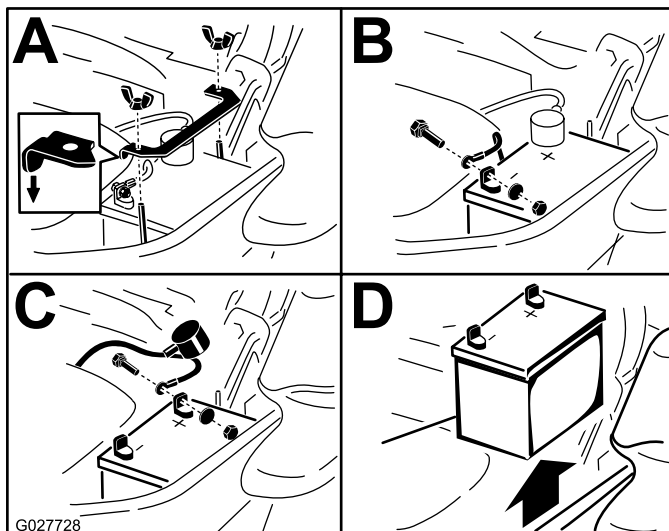

Figure 59
3. Commencez par débrancher le câble négatif (noir) de la borne négative (-) (noire) de la batterie (Figure 59).
4. Enlevez le capuchon rouge de la borne positive (rouge) de la batterie et débranchez le câble positif (+) (rouge) (Figure 59).
5. Retirez l'écrou à oreilles qui fixe la barrette de maintien de la batterie (Figure 59).
6. Déposez la barrette de maintien (Figure 59).
1. Placez la batterie dans son support en tournant les bornes à l'opposé du réservoir hydraulique (Figure 59).
4. Fixez les câbles avec 2 boulons, 2 rondelles et 2 contre-écrous (Figure 59).
6. Reposez la barrette de maintien et fixez-la avec l'écrou à oreilles (Figure 59).